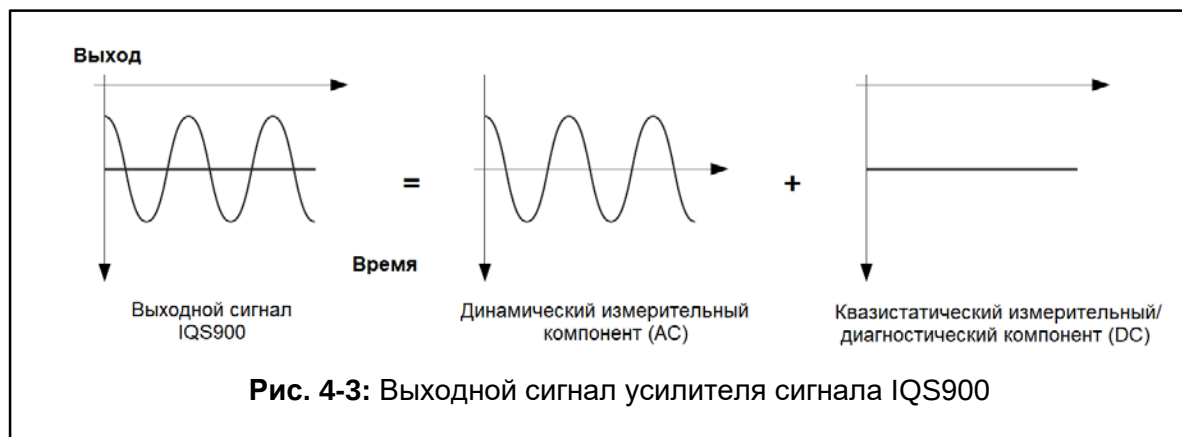

Рис. 4-3: Выходной сигнал усилителя сигнала IQS900
Как показано на Рис. 4-3, выход усилителя сигнала IQS900 в вихретоковых преобразователях на основе TQ9xx представляет собой аналоговый сигнал, состоящий из динамического измерительного компонента (AC) и квазистатического измерительного/диагностического компонента (DC).